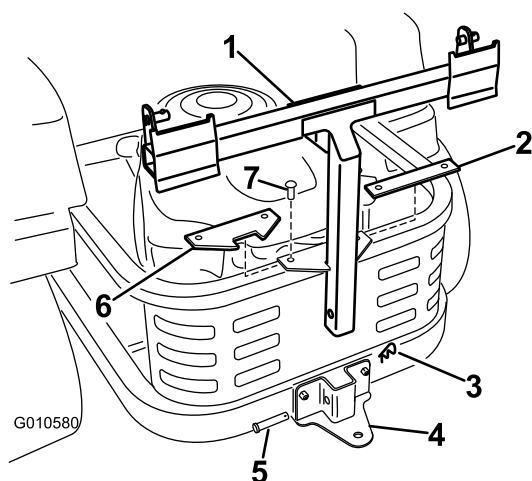

Figura 5
- Montate la nuova piastra distanziatrice angolata come illustrato nella Figura 5, mediante i dispositivi di fissaggio precedentemente rimossi.
- Montate il telaio del sistema di raccolta sulla staffa di supporto. Fissate il telaio del sistema di raccolta con un perno con testa (1/2 x 2-1/4 poll.) e una coppiglia (Figura 5).